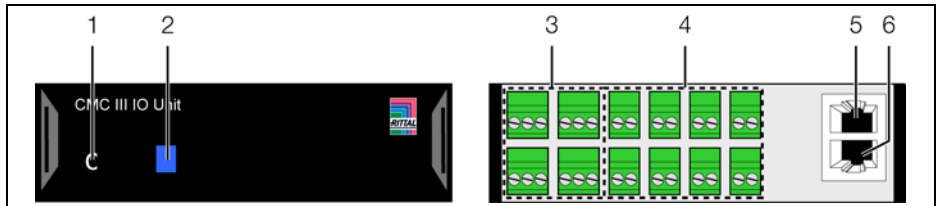

Рис. 3: Панель управления, штекеры и разъемы
Элементы управления и индикации показаны на рис. 3.
#### Обозначения на рис. 3
- Подключите беспотенциальные релейные выходы к управляемым приборам (рис. 3, поз. 3)
- Подключите к цифровым входам соответствующий сигнал (рис. 3, поз. 4).
- Соедините блок ввода/вывода кабелем CAN-Bus с CMC III PU или соседними элементами в шине CAN-Bus (рис. 3, поз. 9, 10).